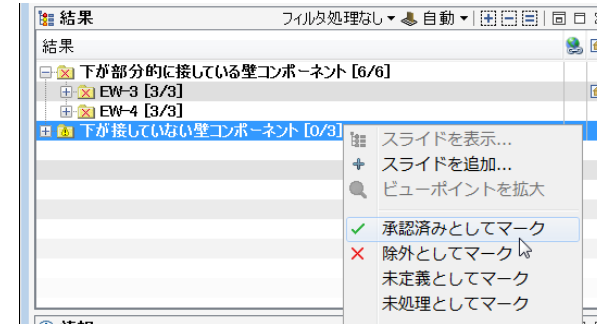

図 4-8 案件の承認
- 15) 「下が接していない壁コンポーネント」を右クリックし、コンテキストメニューから、今回は「承認済みとしてマーク」を選択します。(図 4-8 を参照)